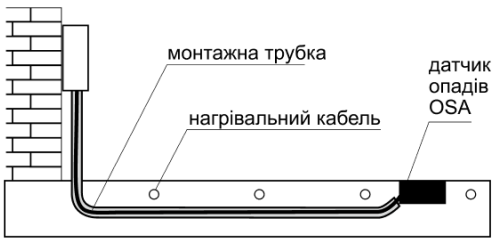

Рисунок 2. Монтаж датчика вологи OSA при підігріві ґрунту
- розташувати датчик в бетонній основі, на одному рівні з обігріваемою поверхнею (рис. 2). Основа під місцем установки датчика має бути тверда. Це необхідно для того, щоб датчик не продавлювався в ґрунт при великому навантаженні зверху;